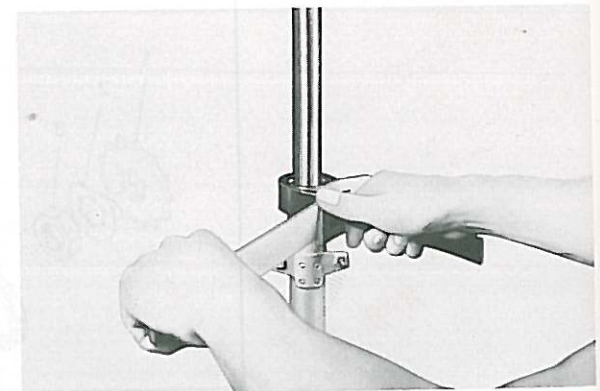

Fig. 5-6-3
3. Remove the outer tube nut from outer tubes. (Fig. 5-6-3)
3. Enlever la vis hexacave prévue à la base du tube extérieur. (Fig. 5-6-3)
3. Befestigungsmutter aus den äußeren Gabelrohren ausdrehen. (Fig. 5-6-3)